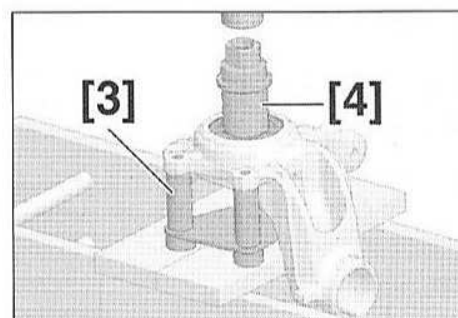

FIG.29
- Placer et caler le pivot sur une presse hydraulique, à l'aide de l'outil [3] (Fig.29).
- Reposer la cage intérieure (3) au centre du roulement puis placer l'outil [4] et chasser le roulement du pivot.